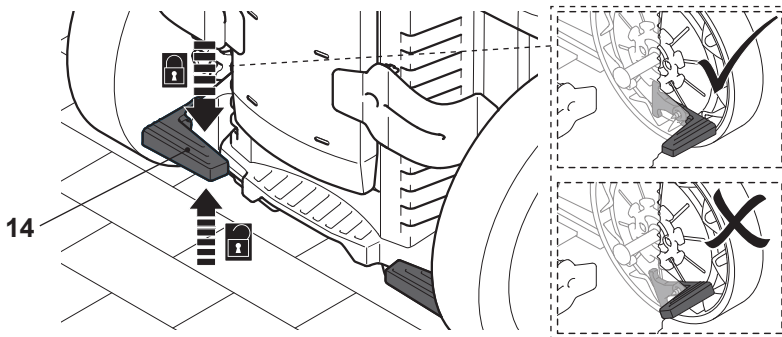

Fig. 21
- > Coborâți pedala de frână (14) pentru a bloca roata din spate. Mutați ușor roata pentru a vă asigura că maneta de frână este cuplată corect. (Fig. 21).